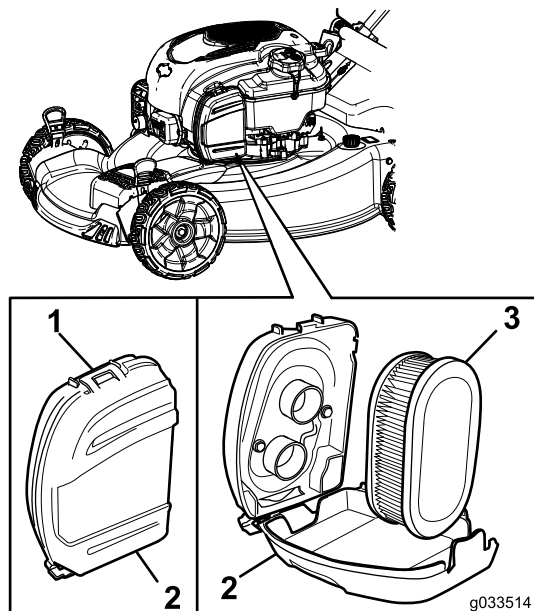

Figura 31
1. Sbloccate la parte superiore del coperchio del filtro dell'aria (Figura 31).
2. Rimuovete il filtro (Figura 31).